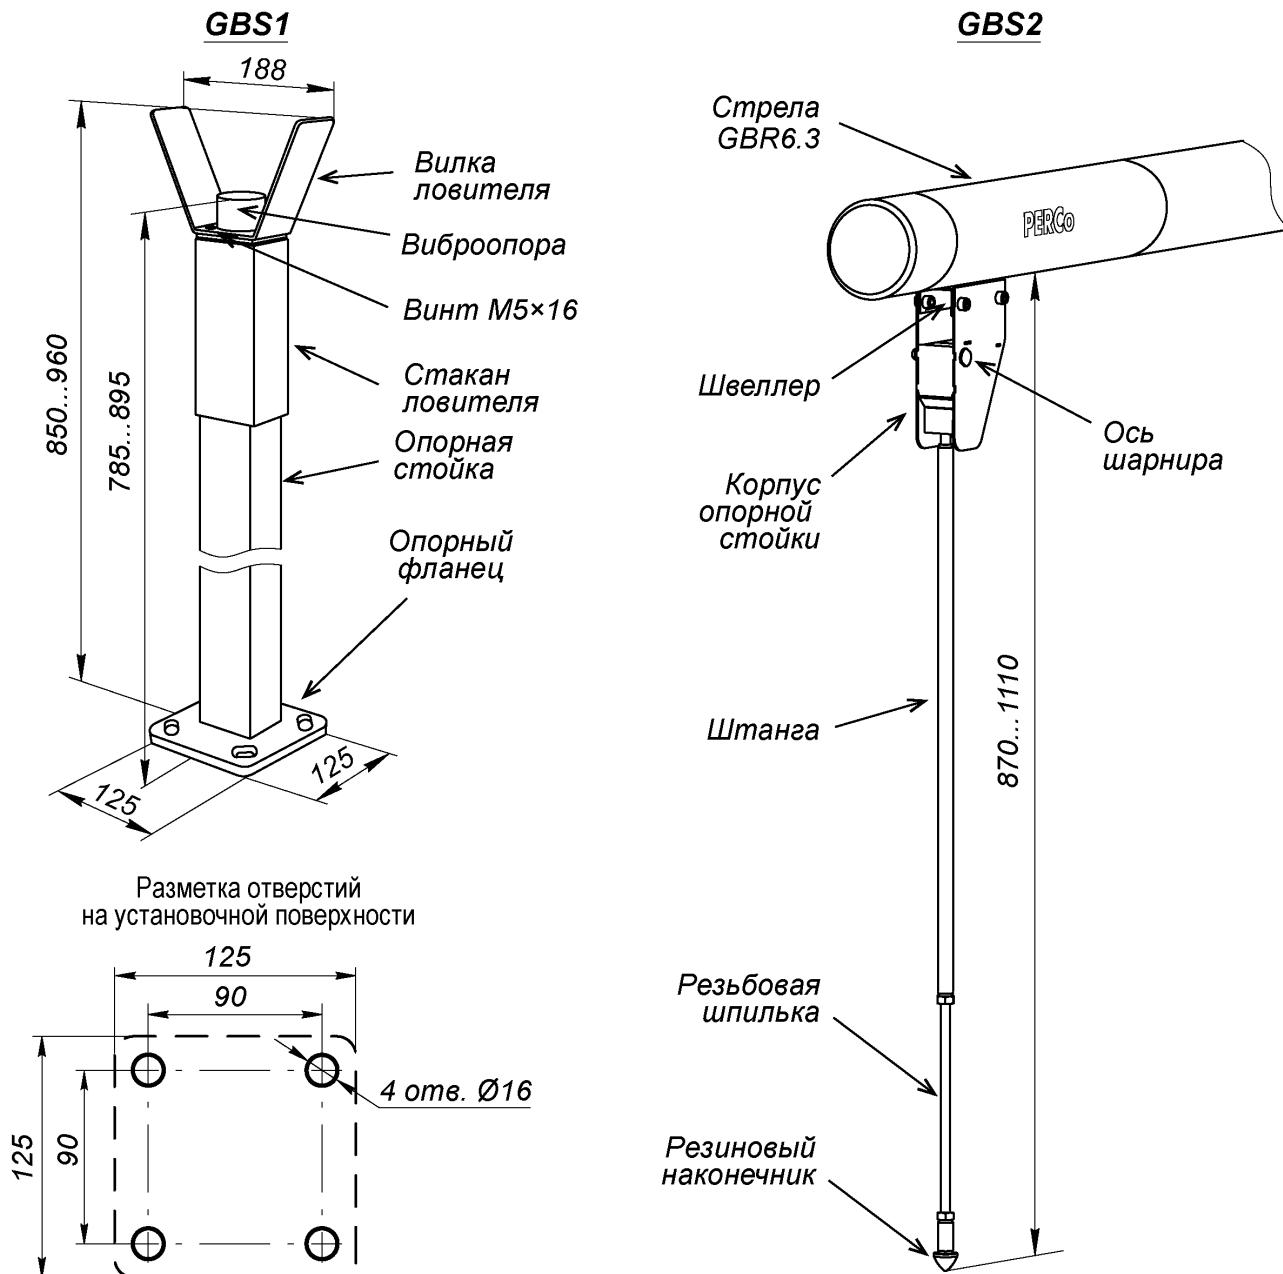

Рисунок 13. Внешний вид опорных стоек PERCo-GBS1 и PERCo-GBS2
Опорная стойка **PERCo-GBS1** состоит из стойки прямоугольного сечения с опорным фланцем и ловителя стрелы (см. рис. 13).
1. Выполните в установочной поверхности отверстия в соответствии с разметкой (рис. 13). Ось опорной стойки должна совпадать с продольной осью стрелы шлагбаума (обращаем внимание, не с осью стойки шлагбаума!, см. рис. 7). Размер отверстий на схеме указан для анкеров типа PFG IH10 («SORMAT»), при использовании других типов анкеров необходимо выполнять отверстия соответствующих им диаметра и глубины.